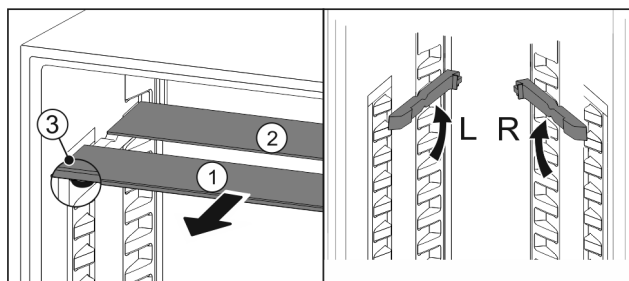

Fig. 167
- ▶ Skleněné desky jednotlivě vytáhněte dopředu Fig. 167 (1).
- ▶ Skleněná deska Fig. 167 (1) s ozdobnou lištou leží vpředu.
- ▶ Zarážky Fig. 167 (3) směřují dolů.